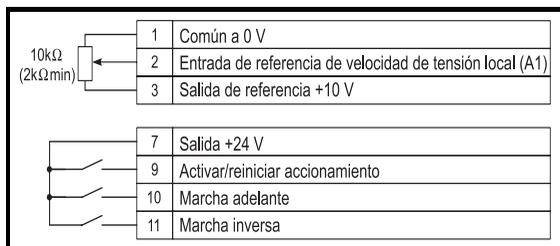

Figura 7.1 Conexiones básicas
2. Realice las conexiones de señalización como se describe en la Figura 7.1